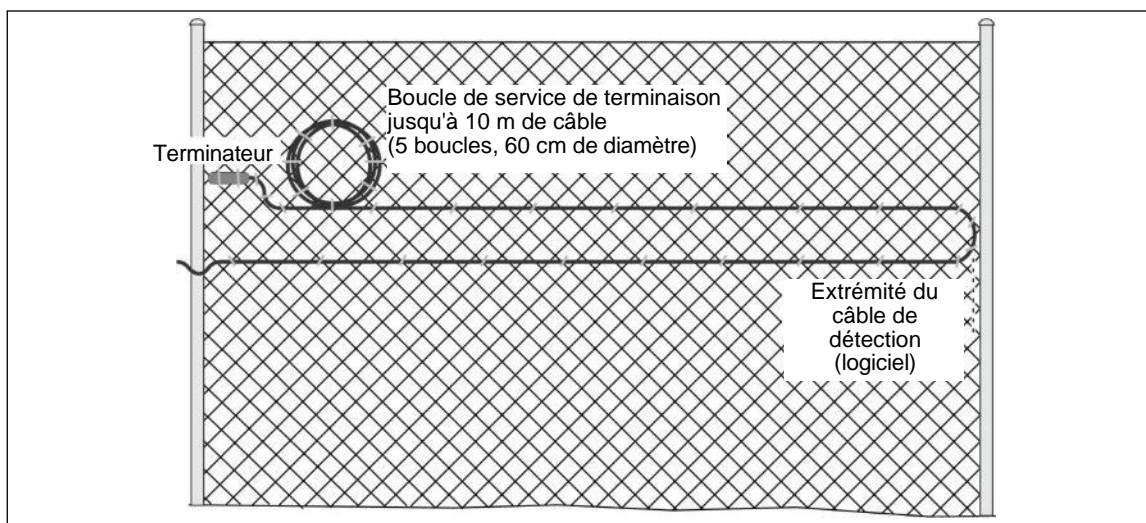

Figure 27 : Exemple de boucle de terminaison
- S'il y a un surplus de câble à l'emplacement de la terminaison, faites une boucle de câble sur un panneau de clôture et formez une boucle de terminaison en créant jusqu'à 5 boucles de câble capteur d'un diamètre de 60 cm (2 pi). Vous obtiendrez ainsi jusqu'à 13 m de câble capteur qui pourront être utilisés pour des réparations futures ou pour des modifications de la disposition du câble capteur. La figure 27 illustre la configuration recommandée pour une boucle de terminaison.